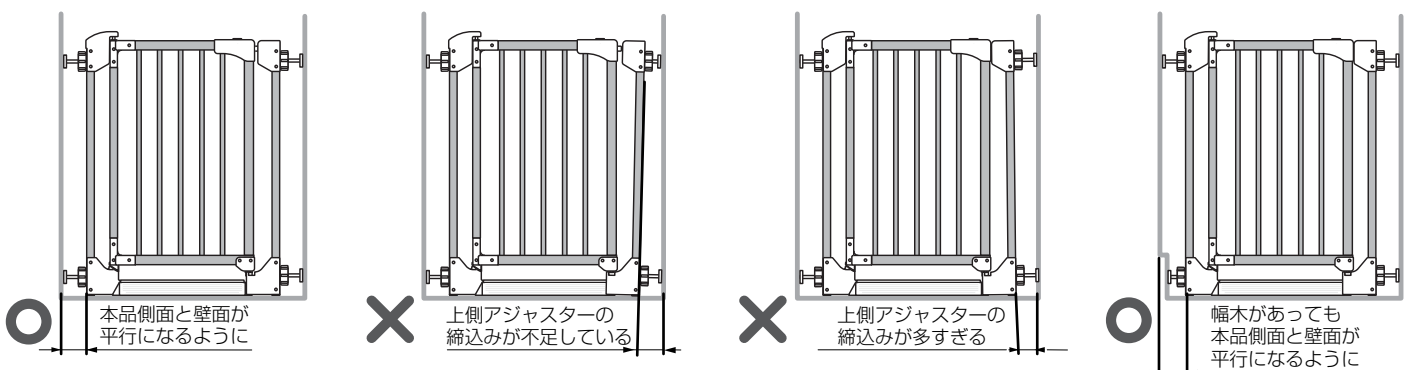

図6
- ④ 下側のアジャスターノブを回し、しっかり突っ張らせて、本品側面が壁面と平行になるように設置してください。(図6 参照)